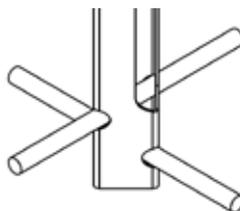

Figure 3 : Installation sur poteau de montage
1. Placez les barres de soutien dans les trous prévus à cet effet au niveau inférieur du poteau. Voir figure 3. Ensemble, ils permettent l'ancrage dans le sol.